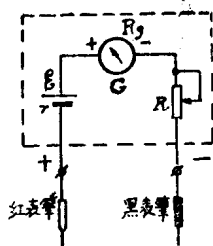

图 17
1. 构造：欧姆表是由电流表 G ，可变电阻（调零电阻） R 和电池串联组成（如图17）。